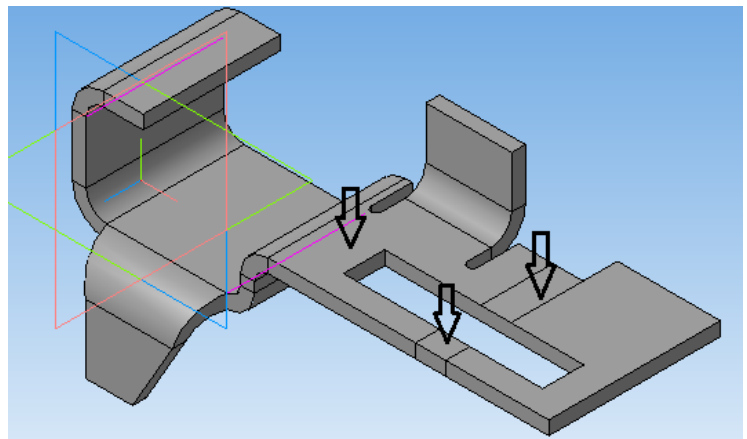

Рисунок 57.
2. Необходимо указать грань, которая останется неподвижной и грань разогнутой части сгиба (рисунок 57).